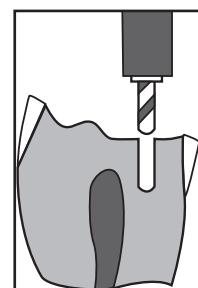

Figure 4
- Retire a broca do canal enquanto mantém a rotação (Fig. 4). Remova os detritos da broca e do canal com um spray de ar/água.